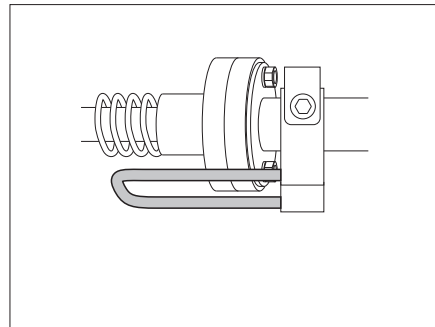

Bild 146 Låsspaken är spärrad i ställningen
- Innan sängen används, kontrollera att låsspaken befinner sig i säkrad position (Bild 146).
- Ställ låsspaken i säkrad position (Bild 146).